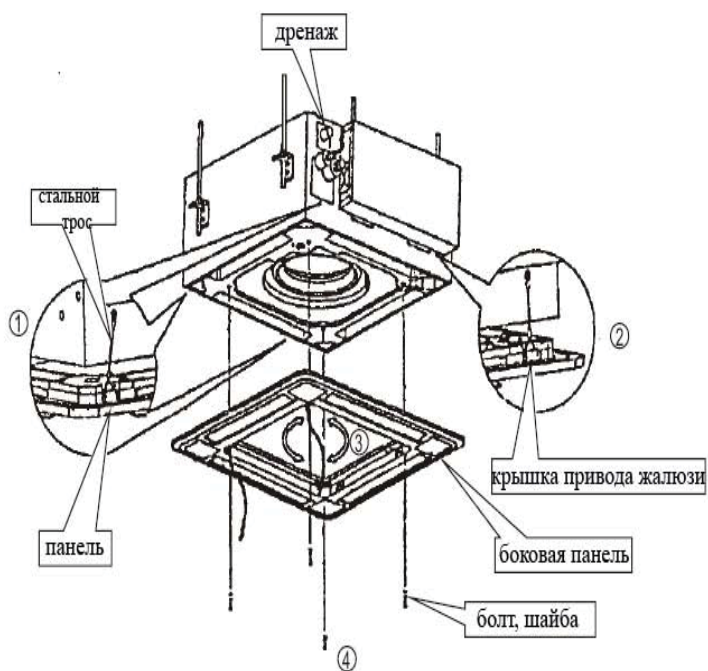

Рис.11
- Выкрутите болты, и снимите их. (рис.11)
- Закрепите крепления панели электродвигателя привода жалюзи и его противоположной стороны к соответствующему накопителю влаги (см. рис. 11 (1)). Затем отогните два других крепления соответствующего крепления подвеса корпуса (рис. 11 (2)).
- Выровняйте 4 крепления панели, сохраняя панель в горизонтальном положении, затем прикрутите панель к потолку (рис. 11 (3)).
- Регулируя панель в направлении, указанном стрелками на рисунке 11 (4), слегка подгоните центр панели к центру отверстия. Убедитесь, что крепления в 4-х углах корпуса надёжно закреплены и надёжно затянуты.